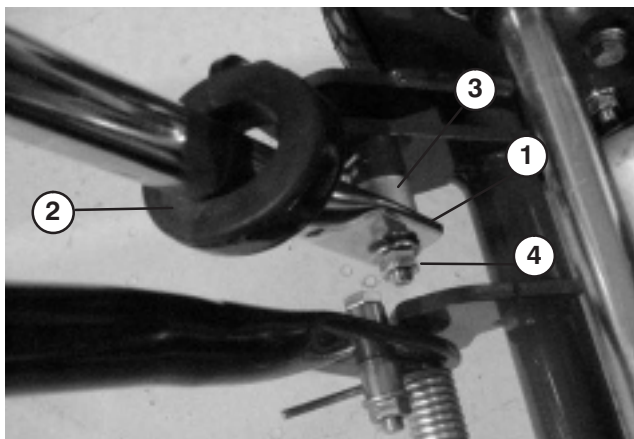

Figure 4
2. Introduisez les extrémités du mancheron dans les fentes des bras de support (Fig. 4).
3. Poussez les extrémités du mancheron vers l'intérieur et engagez-les sur l'épaulement de l'axe de pivot (Fig. 4).
4. Fixez le mancheron à la vis de montage et à l'axe de pivot avec le contre-écrou à collerette (Fig. 4).